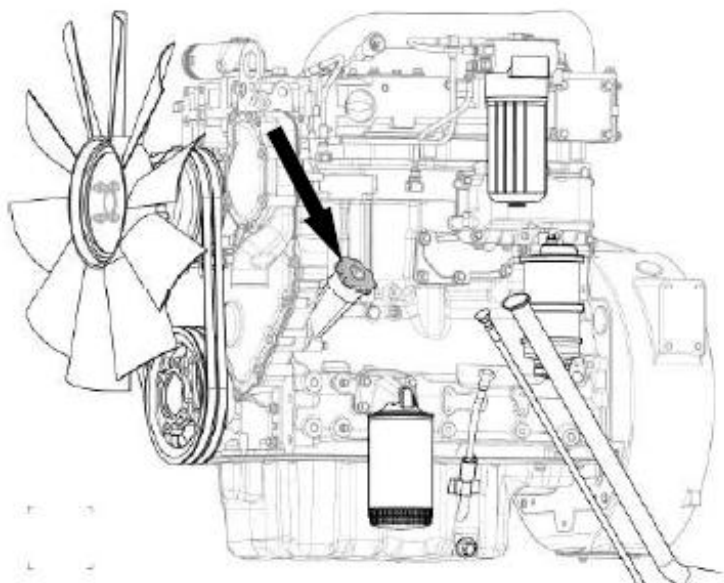

Рисунок 5.7 Заливное отверстие
- ▶ Открутите пробку заливного отверстия см. рис. 5.7